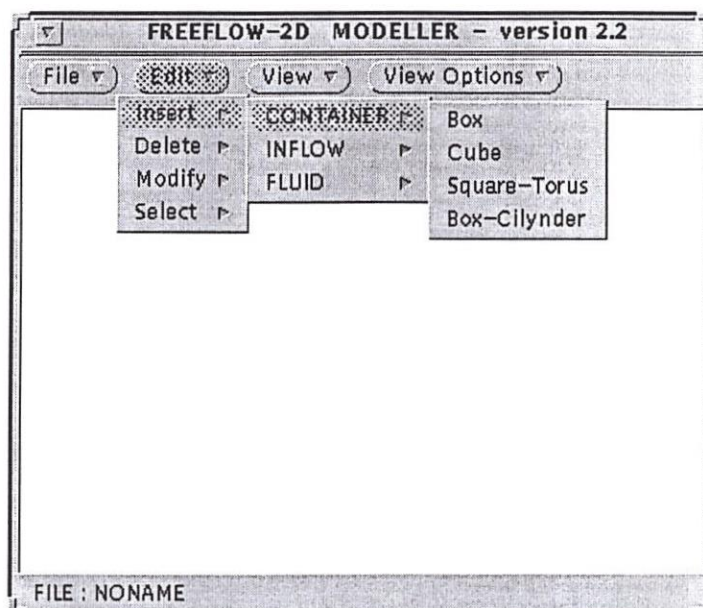

Figura 1.15: Opções do *Container*
- *Container*: pode se inserir quatro tipos de contêineres, como mostra a figura 1.15.